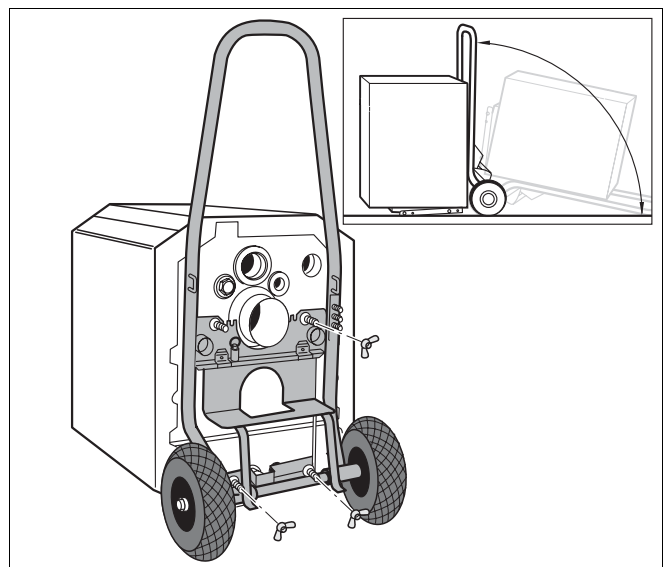

Abb. 14 Heizkessel mit Kesselkuli transportieren
- Heizkessel mithilfe eines Transportmittels kippen (→ Abb. 14, Seite 20) oder ein Kantholz unterlegen.